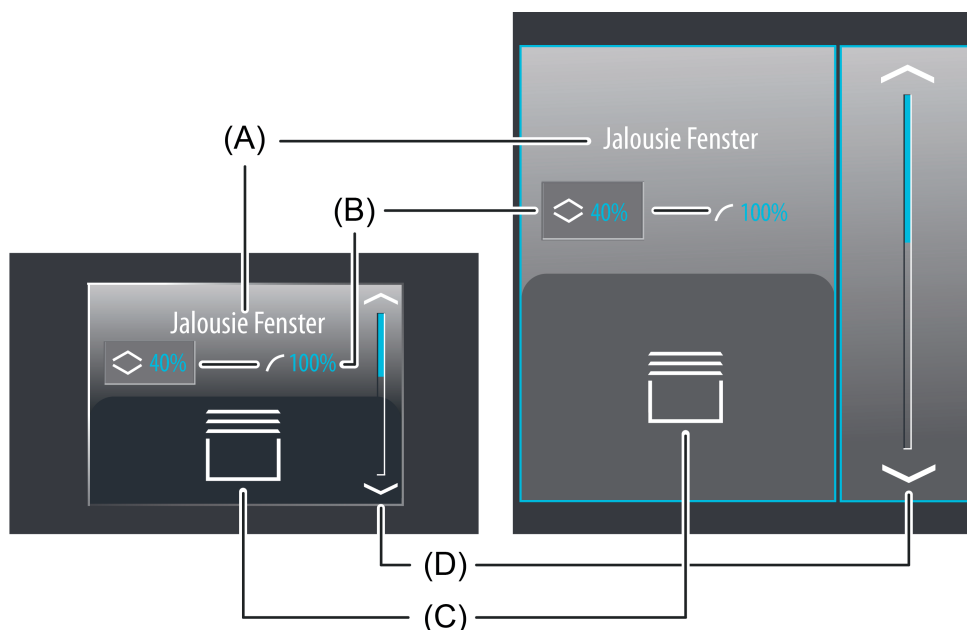

Bild 27: Beispiel für ein Bedien- und Anzeigeelement der Funktion "Jalousie Step / Move / Step"
Der Anzeigebereich enthält verschiedene Darstellungselemente (Bild 27), die durch Parameter beeinflusst werden. Jeder KNX Funktion kann in der Konfigurationssoftware eine Bezeichnung vergeben werden (A). Diese Text-Bezeichnung wird im Anzeigeelement zentriert zur Anzeige gebracht, wodurch steuerbare KNX Funktionen für den Anwender kenntlich gemacht werden (z. B. "Jalousie Fenster"). Zusätzlich können unterhalb der Bezeichnung zwei Statuswerte (B) für Behanghöhe und Lamellenposition eingeblendet werden, die abhängig von den Objektwerten der Positions-Rückmeldungen des angesprochenen Jalousieadenaktors Positionswerte im Klartext anzeigen ("0...100 %"). Solange nach einem Geräterreset noch keine Rückmeldungs-Objektwerte empfangen wurden, zeigen die Statuswerte "---%" an.